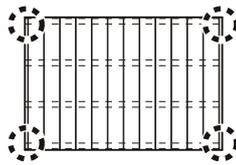

図3-11
- ①飛散防止ワイヤーを大引のV溝に【3-2】、【3-3】で取付けてください。
- ②飛散防止ワイヤーを躯体に【3-1】、【3-3】で取付けてください。
- 飛散防止ワイヤーは両端の大引に取付けてください。(図3-11、3-12参照)